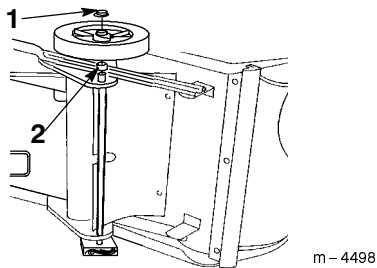

Bild 2
1. Kippen Sie die Schneefräse auf ihre linke Seite und legen einen Holzklötz unter das linke Achsende (Bild 2).
2. Schieben Sie das kurze Distanzstück und das Rad auf das Ende der rechten Achse (Bild 2).
3. Schieben Sie die Druckmutter auf das Ende der Achse (Bild 2).